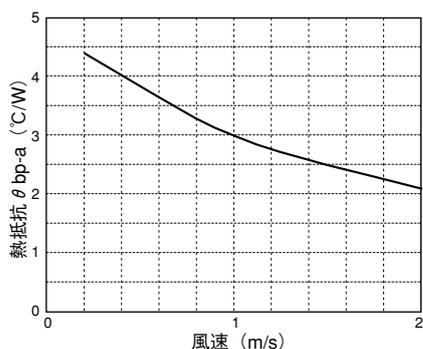
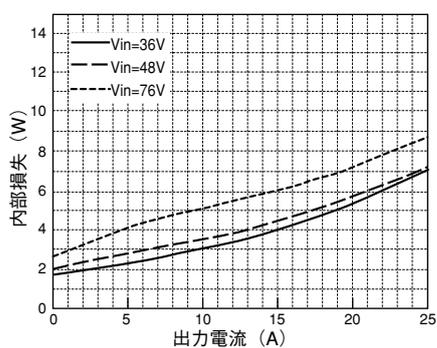

図1-3 ベースプレート-空気間の熱抵抗対風速 (代表値)
図1-4 PAQ100S48-1R2/B 内部損失 対 出力電流 (出力電圧：定格、Ta=60°C；代表値)
パワーモジュールを強制空冷することにより、自然空冷時よりも放熱能力が向上します。図1-3は標準垂直取付時のベースプレート-空気間の熱抵抗を示したものです。標準垂直取付についての詳細は「PAQ-S48シリーズ取扱説明書」をご参照下さい。また、図1-4～図1-8は下記条件での各機種の内部損失(Pd)を示したものです。
となります。ここで、図1-3より、
- 図1-3～図1-8のデータは代表値であり、測定条件等により変化いたします。実際の放熱設計においては算出値に対し、十分マージンを持った設計をされることを推奨いたします。
- 入力電圧および出力電圧の条件が異なり、図1-4～図1-8より内部損失(Pd)を決定できない場合、下記のように内部損失(Pd)を求めてください。